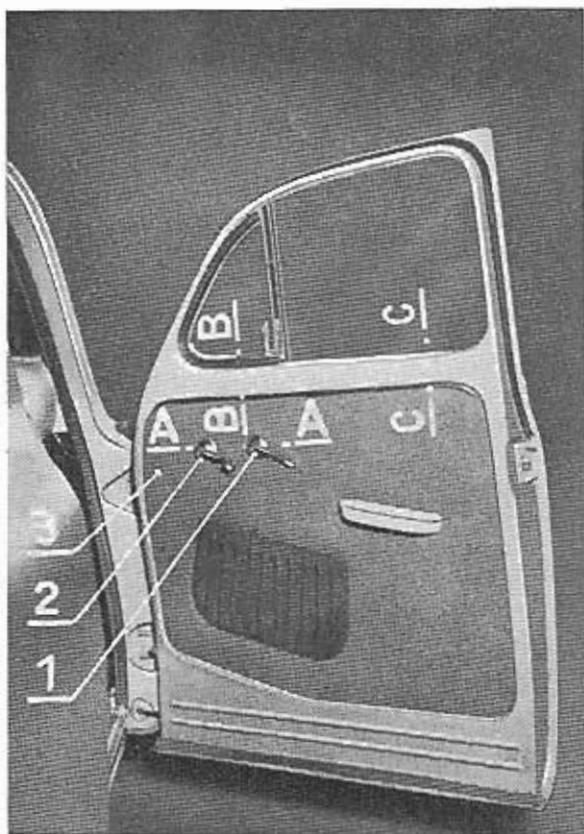

Abb. 73
- a) Innenklinke des Schlosses (1) und Fensterkurbel (2) — siehe Abb. 73 —,
- b) die tapezierte Türrahmenfüllung (3),